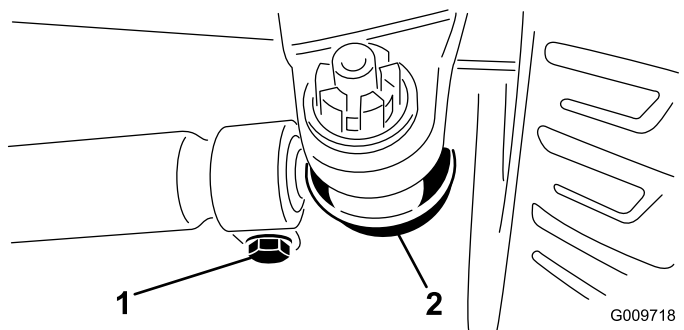

Figura 71
2. Per regolare, togliete la coppiglia e il dado da uno dei giunti a sfera del tirante (Figura 71) e rimuovete il giunto a sfera del tirante dalla scatola dell'assale.
3. Allentate i fermi su entrambe le estremità dei tiranti (Figura 71).
4. Ruotate il giunto a sfera staccato verso l'interno o verso l'esterno di un (1) giro completo e serrate il morsetto all'estremità libera del tirante.